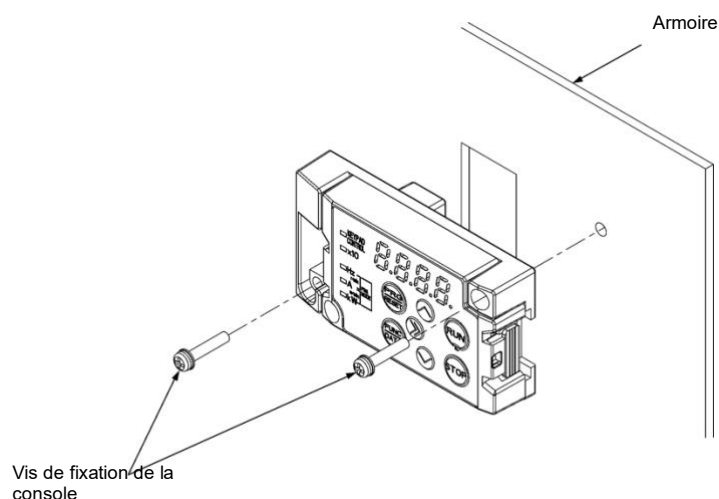

Figure 2.3-7 Fixation de la console
- (4) Fixez la console sur l'armoire à l'aide des 2 vis de fixation du capot arrière de la console. Cf. Figure 2.3-7 (couple de serrage : 0,7 N•m (6,2 lb-in)).